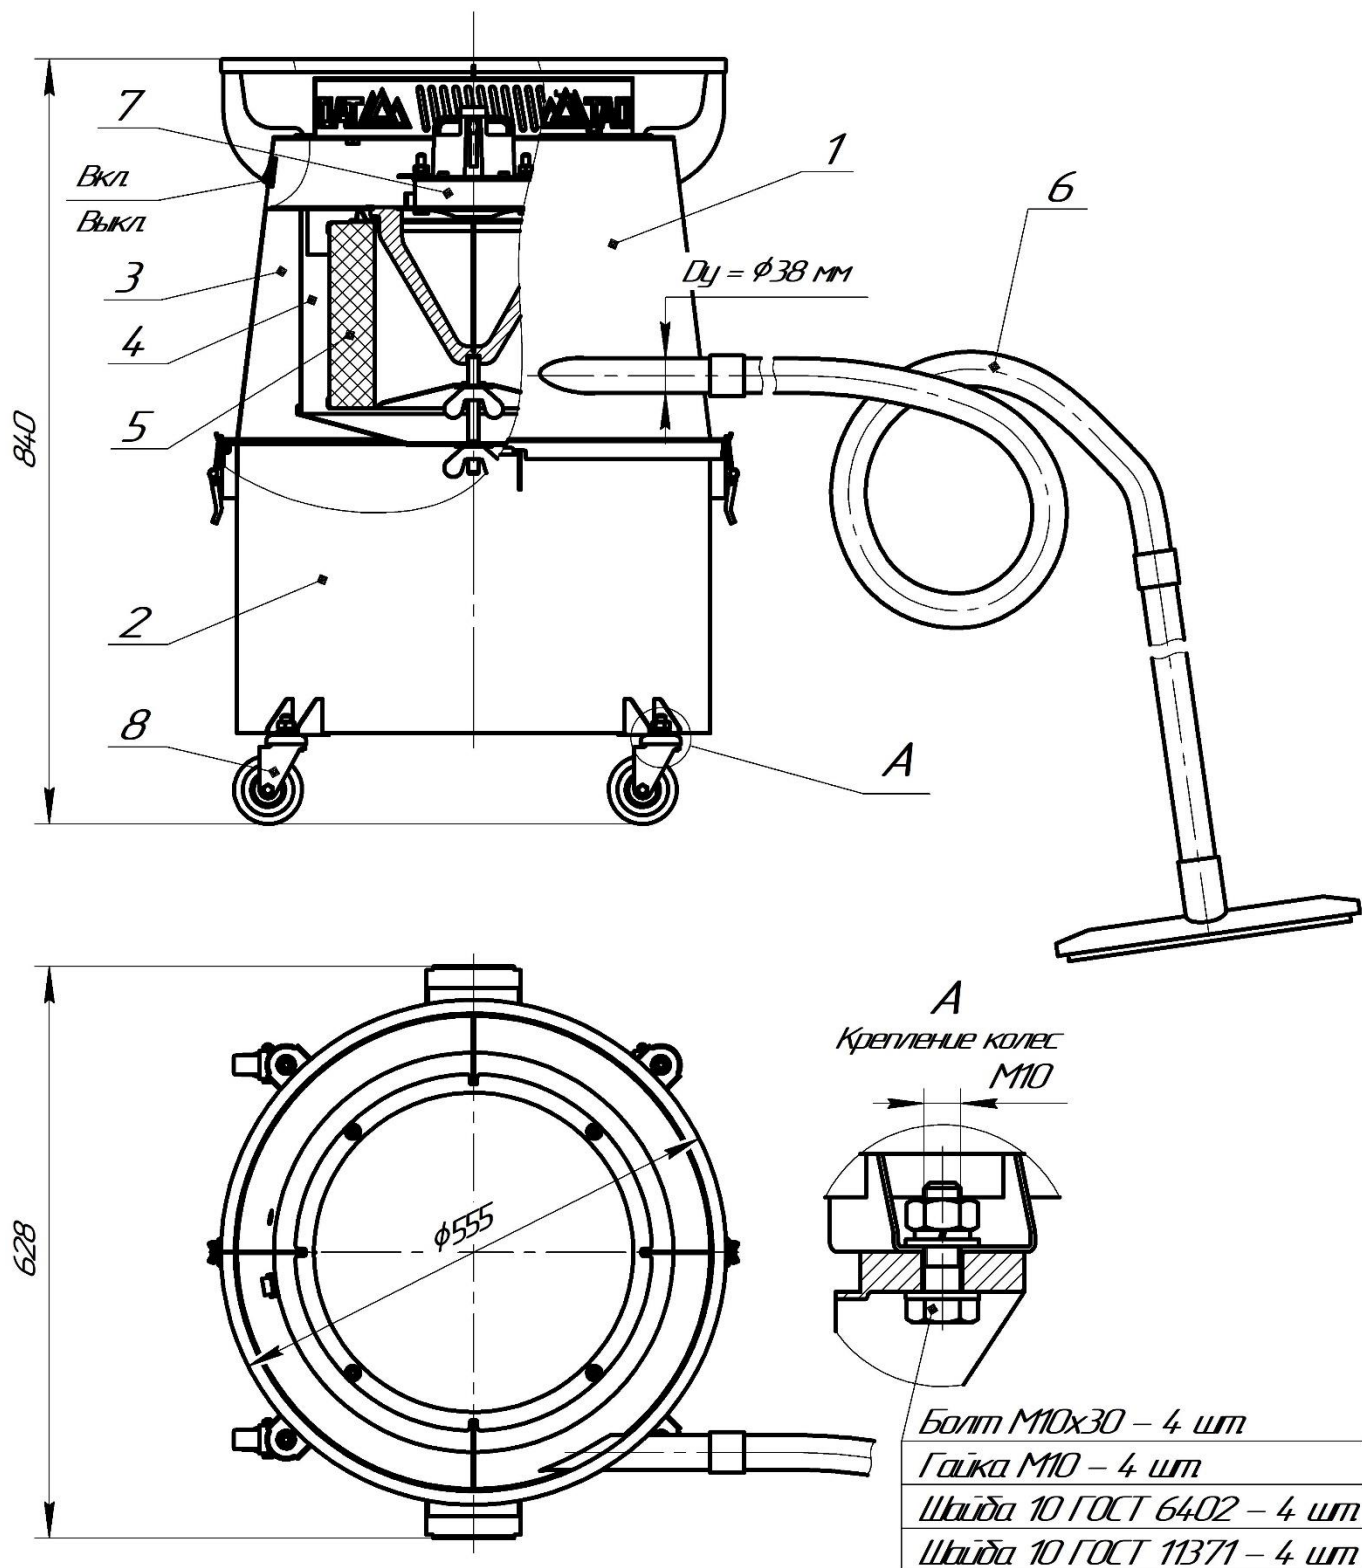

Рисунок 1 – Общий вид промышленного пылесоса ПП-М2
2.1. Общий вид и габаритные размеры пылесоса ПП-М2 приведены на рис.1.
3.1. Пылесос ПП-М2 (рис.1) состоит из следующих составных частей:
3.2. Пыль и мусор захватываются с поверхностей потоком воздуха и по пылевоздушному тракту поступают во входной патрубок в первую ступень фильтрации – камеру предварительной очистки (поз.3, рис.1), где основная часть загрязнений отделяется из потока центробежными силами и оседает в бункере-пылесборнике.
8.5.1. Не реже одного раза в месяц следует производить очистку внутренних поверхностей корпуса (камер предварительной (поз.3, рис.1) и тонкой (поз.2) фильтрации) пылесоса от налипших загрязнений и пыли. Очистку производить путем продувки поверхностей сжатым воздухом.